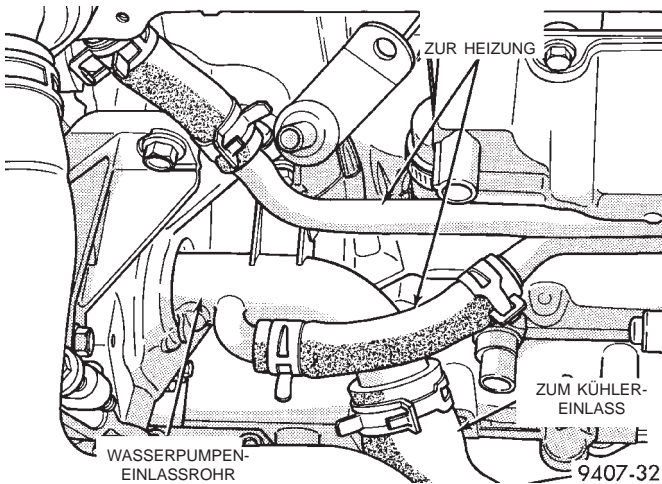
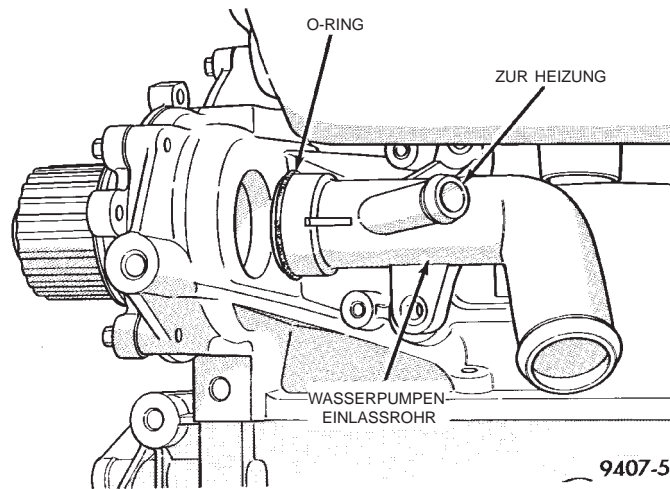

Abb. 27 Anschlüsse des Wasserpumpen-Einlaßrohrs
Abb. 28 Einlaßrohr der Wasserpumpe—Wartung
(1) Das Kühlsystem entleeren. Näheres hierzu siehe den entsprechenden Abschnitt in diesem Kapitel.
(2) Den oberen Kühlerschlauch abnehmen, um Zugang zu den Schlauchanschlüssen am Einlaßrohr zu erhalten.
(3) Den unteren Kühlerschlauch und den Heizungsschlauch vom Einlaßrohr abnehmen (Abb. 27).
(4) Die 2 Schrauben lösen, mit denen das Einlaßrohr am Motorblock befestigt ist.
(5) Das Einlaßrohr drehen, während es aus dem Motorblock gezogen wird (Abb. 28).
(1) Vor dem Einbau des Einlaßrohrs am Motorblock den O-Ring auf Beschädigungen untersuchen (Abb. 28).
(2) Den O-Ring mit Kühlmittel benetzen und in die entsprechende Öffnung im Motorblock einsetzen.
(3) Die 2 Schrauben ansetzen und mit einem Anzugsmoment von 12 N·m (105 in. lbs.) festziehen.
(4) Den unteren Kühlerschlauch und den Heizungsschlauch am Einlaßrohr anschließen (Abb. 27).